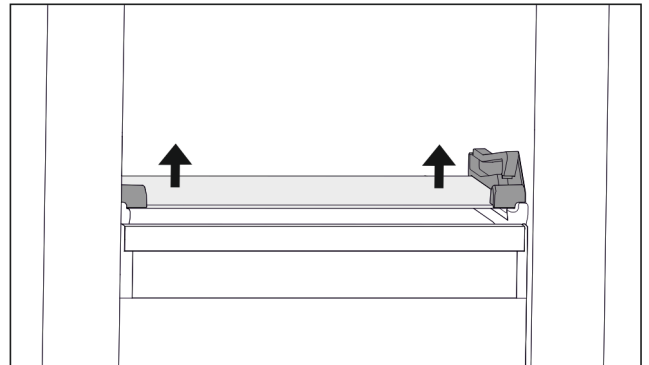

Fig. 107 Glasplatte des abklappbaren Schubfachs
- Glasplatte von unten beidseitig nach oben drücken. (siehe Fig. 107)